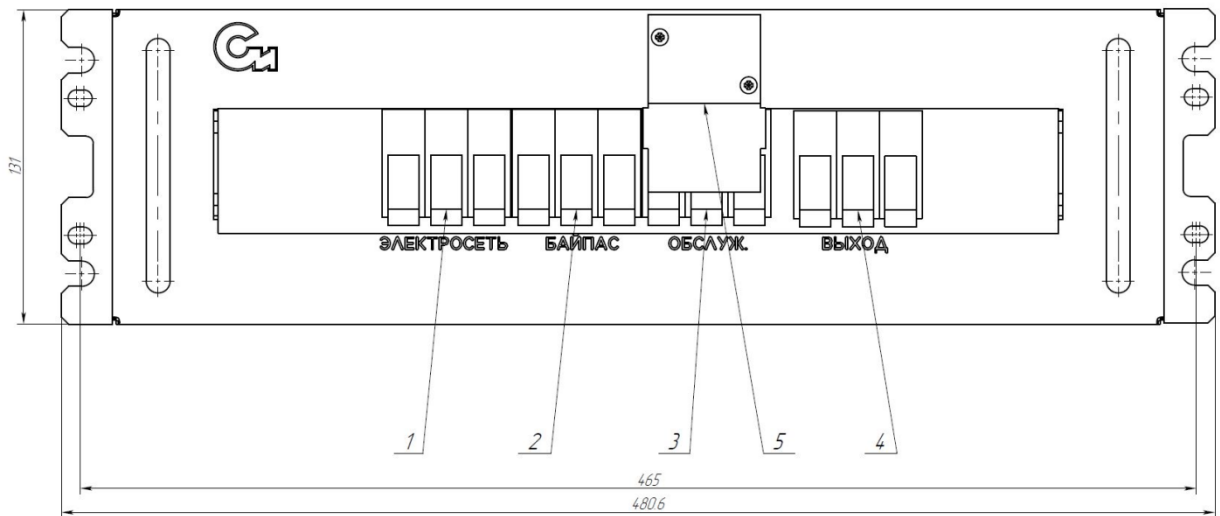
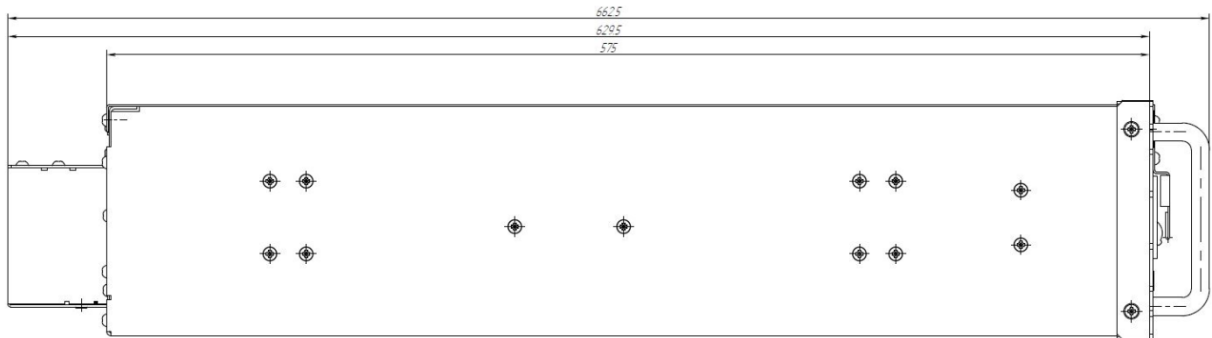

Рис. 1.
Рисунок 3.
2.7 Общий вид и габаритные размеры ББ приведен на рис.1 – рис.3
5.1 Конструктивно ББ выполнен в виде съемного блока (крейта) прямоугольной формы с присоединительными и установочными размерами, соответствующими ГОСТ 28601-90. Общий вид и габариты ББ приведены на рис.1.